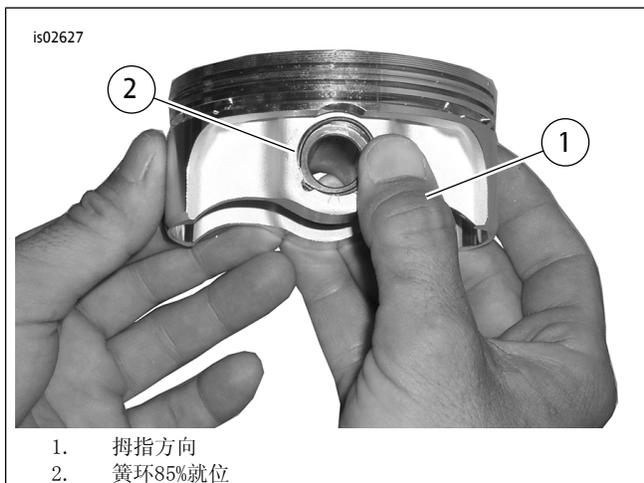

图3。安装簧环(图示为普通活塞)
3. 参见图3。按照图示定位您的拇指(1)，用力按压，直至大约85%的簧环(2)在槽中就位。